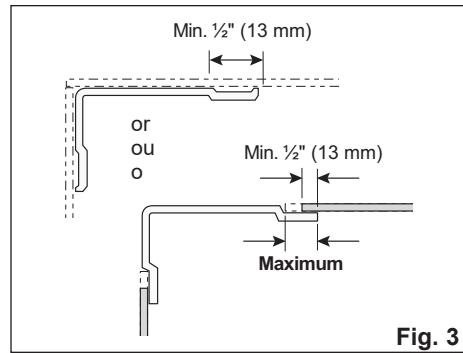

Fig. 3
CORRECT OVERLAP: Panels overlap should be at least 1/2". For some models, back panel and end panels can be trimmed to accommodate smaller bathtub. **DO NOT CUT CORNER PANELS B.** Panels can be trimmed with a sharp edge cutting lightly. Using a straight edged piece of plastic or wood as a guide, score with continuous, even pressure. Note: Make several passes until approximately halfway through the plastic. Then bend and snap along score line. Fig. 3.
RECOUVREMENT ADÉQUAT : Le recouvrement entre les panneaux doit être de 1/2" minimum. Pour certains modèles, les panneaux de bout et le panneau du fond pourront être coupés pour convenir à une baignoire de plus petite taille. **NE PAS COUPER LES PANNEAUX DE COIN B.** Pour couper, utiliser une règle pour tracer la ligne de coupe et un couteau bien affûté. **Note :** Il est très important de ne pas tenter de couper le plastique d'un seul trait; entailler plutôt le panneau plusieurs fois et plier le panneau jusqu'à ce qu'il se brise. **Fig. 3.**
RECUBRIMIENTO ADECUADO : El recubrimiento entre los paneles debe medir como mínimo 1/2". Para ciertos modelos, los paneles del extremo y el panel del fondo podrán cortarse para adaptarse a una bañera más pequeña. **NO CORTE LOS PANELES DE LA ESQUINA (B).** Para cortar, utilice una regla para trazar la línea de corte y un cuchillo bien afilado. **Nota:** Es muy importante no intentar cortar el plástico de un sólo tirón; es preferible cortar el panel varias veces y doblarlo hasta que se quiebre (**Fig. 3**).